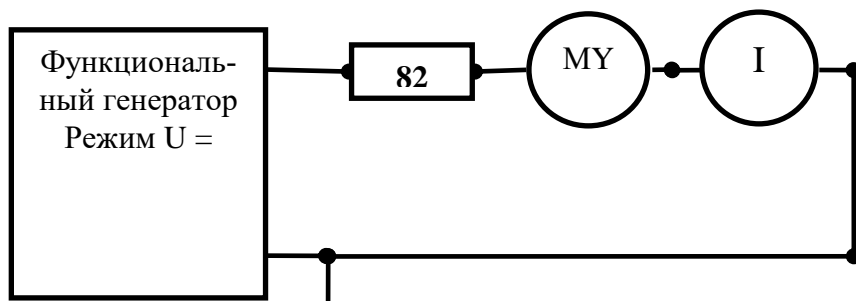

Рисунок 5. Схема поверки стрелочного амперметра
4.6. Соберите схему, показанную на рис.5. В качестве исследуемого прибора использовать стрелочный амперметр, в качестве эталонного – цифровой мультиметр МУ68 в режиме измерения постоянного тока с пределом 200 мА.